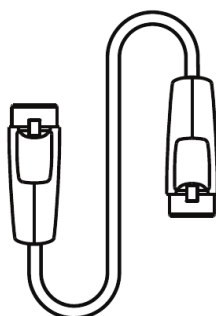

FIG. 2 — Câble de batterie fourni
- 2) Câble de batterie pour le raccordement à la station (FIG. 2).